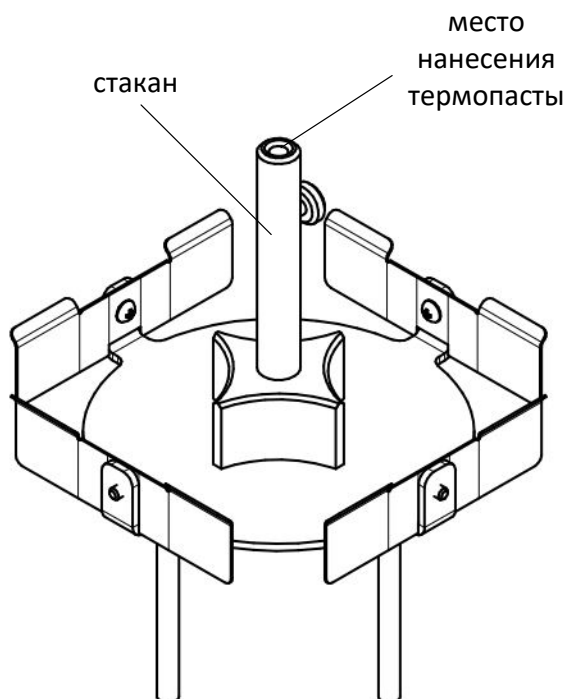

Рисунок 30 – Подготовка к проверке погрешности измерения температуры - Шаг 3
5.8.1 При калибровке колец по температуре используется специальное приспособление устройство температурной калибровки для 4-х колец (далее - Калибровочное приспособление) (см. рисунок 30) и образцовый термометр типа LTA-H.
5.8.4 Нанести термопасту внутрь стакана (см. рисунок 30).